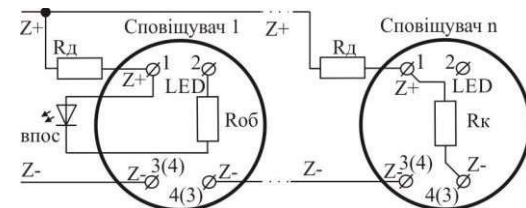

Рисунок 4.2 - Підключення сповіщувача в шлейф, ВПОС або світлодіода
4.4 Якщо за проектом використовують ВПОС з живленням від ШС, то його мінусовий контакт через резистор Rоб з'єднують з гвинтовою клемою з маркуванням «**2**» (LED), а плюсовий - гвинтовою клемою з маркуванням «**1**» (Z+) (Рис. 4.2, номінал Rоб залежить від типу ВПОС і його робочого струму, а також чи використовується Rд, сума Rд та Rоб має бути не менше 3 кОм). Рекомендується використовувати ВПОС виробництва ТОВ «Тірас-12», підключивши його через резистор Rоб з опором не менше 3 кОм. Допускається використовувати інший пристрій індикації з малим струмом споживання (близько 2 мА). ВПОС дублює основний індикатор в режимах пожежі та несправності.